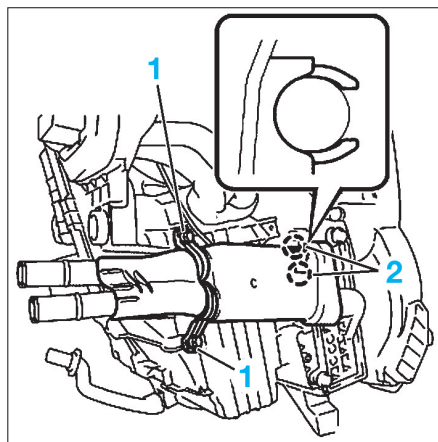

FIG. 18
- Déposer les deux vis de fixation (1) (fig. 18).
- Libérer les deux agrafes (2) puis déposer l'écran thermique.